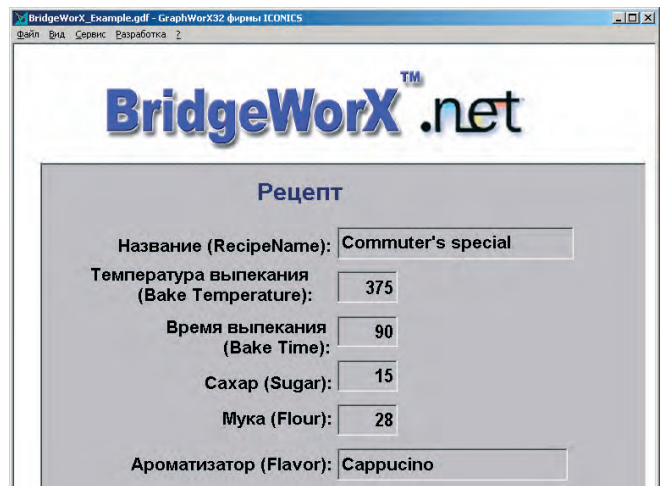

Рис. 68. Рецепт загружен — значения тегов OPC установлены
6. При этом в окне экранной формы можно наблюдать установку значений OPC-тегов в соответствии с параметрами выбранного рецепта (рис. 68).